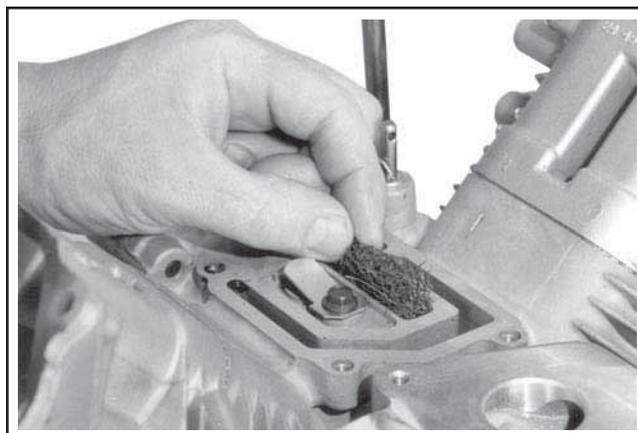

Figure 11-57. Installation du nouveau filtre d'évent.
4. Introduire le filtre d'évent en position dans le carter moteur. Vérifier qu'il n'y a pas de torons du filtre sur la surface d'étanchéité. Voir la Figure 11-57.